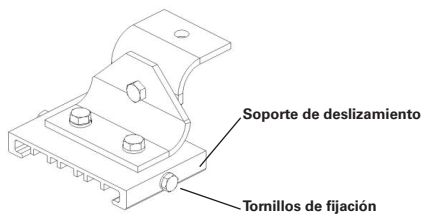

Imagen 4. Información de los montajes giratorios
5. Ajuste los dos (2) tornillos de fijación de 1/4" en cada soporte de deslizamiento hasta que estén abajo (ver Imagen 4). Gire a 78 pulgadas-libras. (8.8 N-m).
6. Ajuste la posición del dispositivo al ángulo deseado y ajuste los dos (2) pernos de pivote de 5/16". Gire a 138 pulgadas-libras. (15.6 N-m).